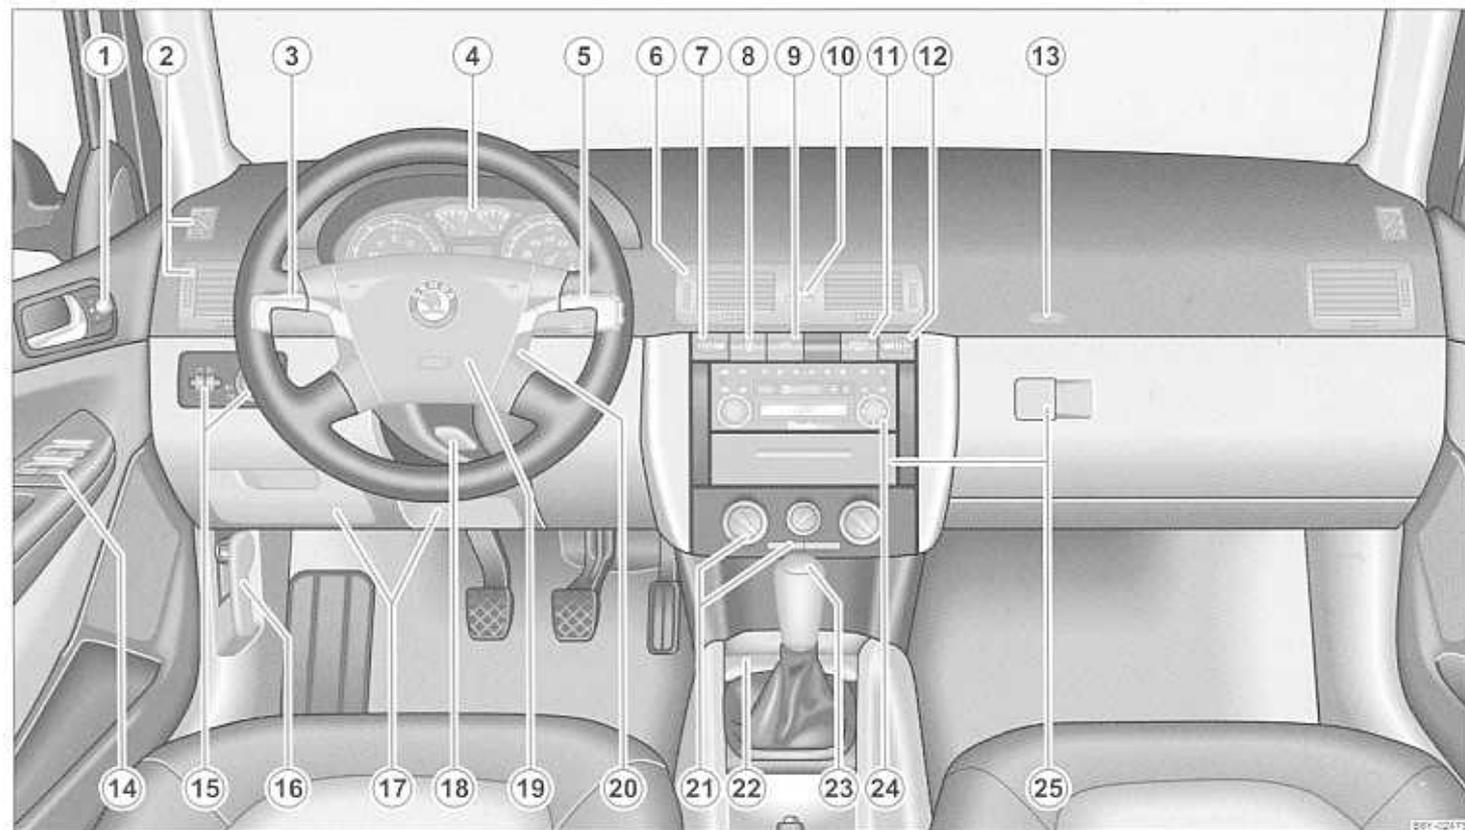

Fig. 2. Algunos de los equipamientos que aparecen en la figura se encuentran únicamente en determinadas versiones de un modelo o son equipamientos opcionales.
- En los vehículos con dirección a la derecha, la disposición de los elementos de mando diverge en parte de la \rightarrow página 10, fig. 2, disposición mostrada. Sin embargo, los símbolos corresponden a cada uno de los elementos de mando. ■